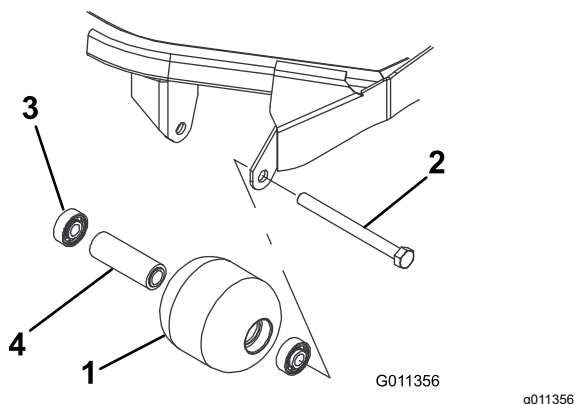

Рисунок 98
1. Снимите болт крепления валика (Рисунок 98).
4. Осмотрите корпус, подшипники и распорную втулку подшипника валика на наличие повреждений (Рисунок 98). Замените все поврежденные компоненты и соберите их.
1. Запрессуйте передний подшипник в корпус валика (Рисунок 98). Прикладывайте усилие только к наружному кольцу или одинаковое усилие к внутреннему и наружному кольцам.
2. Вставьте втулку подшипника (Рисунок 98).
3. Запрессуйте второй подшипник в корпус валика (Рисунок 98). Запрессуйте, нажимая с одинаковым усилием на внутреннее и наружное кольца до тех пор, пока внутреннее кольцо не войдет в контакт с проставкой.